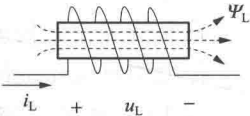

图 1-4 电感元件
(1) 当电流和磁链的参考方向符合右手螺旋法则时，线性电感元件的磁链 Ψ_L 、电感量 L 及电感电流 i_L 之间关系式为 $\Psi_L = L i_L$ 。
(2) 特征方程。当电压、电流取关联正向时，如图 1-4 所示，电容元件的特征方程（即伏安关系式）为